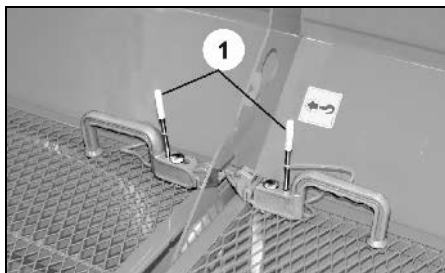

Fig. 11
- (Fig. 11/1) Förvaringsläge (standardposition)